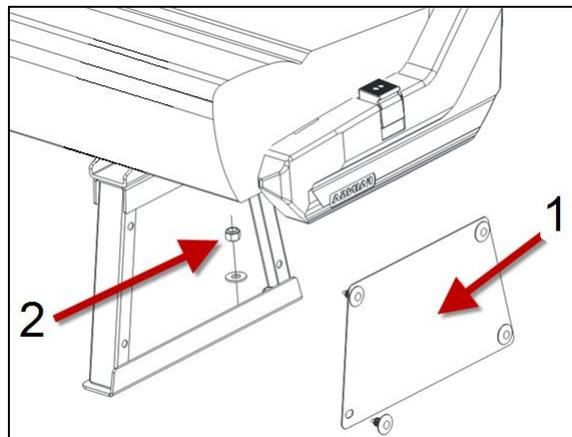

FIGURE 5
6. Démontez le couvercle du montant des sièges (item 1, Figure 5). Ce couvercle est retenu par quatre (4) attaches de plastique. Utilisez un petit pied de biche pour détacher les attaches. Insérez un carton entre le couvercle et la surface de contact du pied de biche pour ne pas endommager la peinture du couvercle.
7. Démontez les écrous de montage (3) qui retiennent le montant des sièges au rail du plancher (item 2, Figure 5).